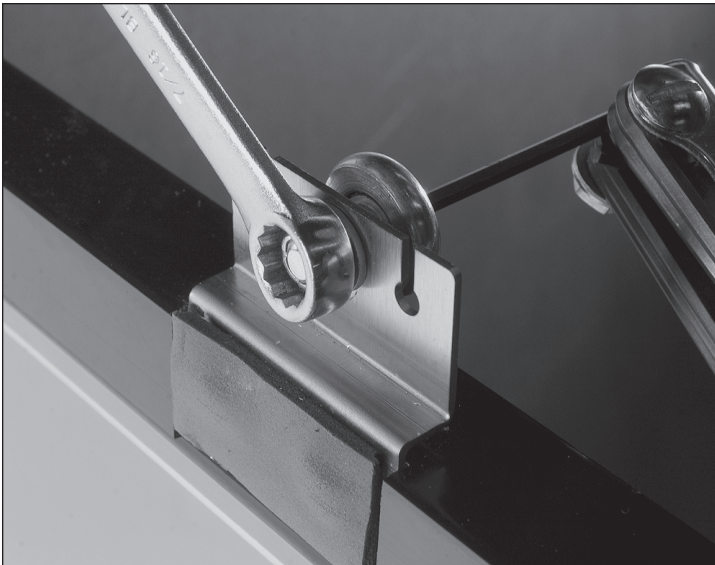

Abb. 1. Einstellen der Laufrolle
2. Dazu die Laufrolle mit einem 7/16"-Schraubenschlüssel oder einem verstellbaren Schraubenschlüssel und einem 1/8"-Inbusschlüssel lösen und innerhalb des Laufrollenschlitzes versetzen. Die Laufrolle in der neuen Position festschrauben. Siehe Abb. 1.